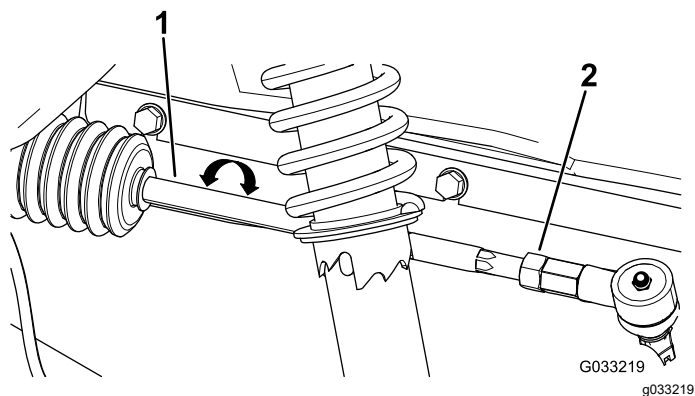

Figure 47
2. Si la mesure n'est pas comprise entre 0 et 6 mm (0 et 1/4 po), desserrez les écrous de blocage aux extrémités extérieures des biellettes (Figure 47).